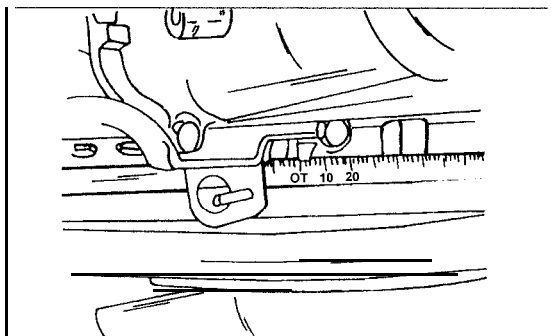

Bild 96
- Motor durchdrehen, bis der Kolben des ersten Zylinders auf dem oberen Totpunkt steht, d.h. die „Null“-Marke in Bild 96 muss gegenüber dem Einstellzapfen stehen. Dazu eine Stecknuss von 27 mm Schlüsselweite mit einer Ratsche an der Schraube der Riemenscheibe ansetzen. Auf keinen Fall die Kurbelwelle durchdrehen, indem man eine Stecknuss an der Schraube des Nockenwellenrades ansetzt. Die Kurbelwelle immer in Drehrichtung durchdrehen, niemals entgegengesetzt.